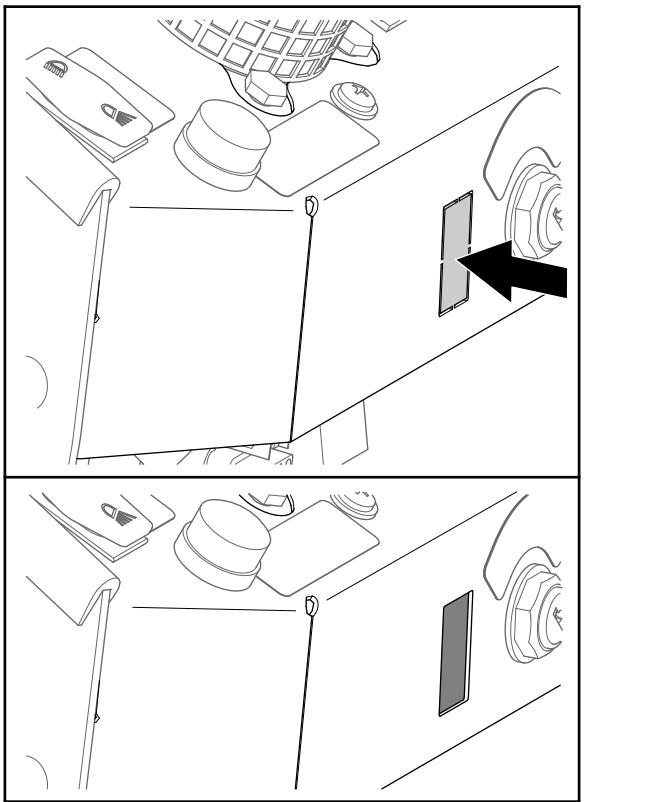

Figure 32
- Enlevez la partie prédécoupée rectangulaire sur la planche de bord comme montré à la Figure 32.